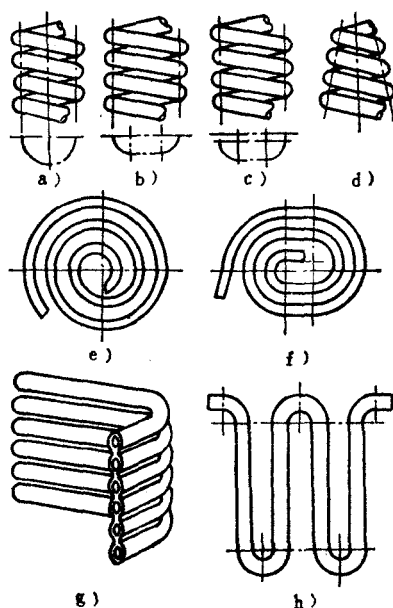

图 1-2 特殊形状的管件
(3) 弯管机的性能 弯管机是弯制各种管件的专用机床。在弯管机上增加适当的附件或进行改装，可弯制一些特殊形状的管件，如图 1-2 所示。